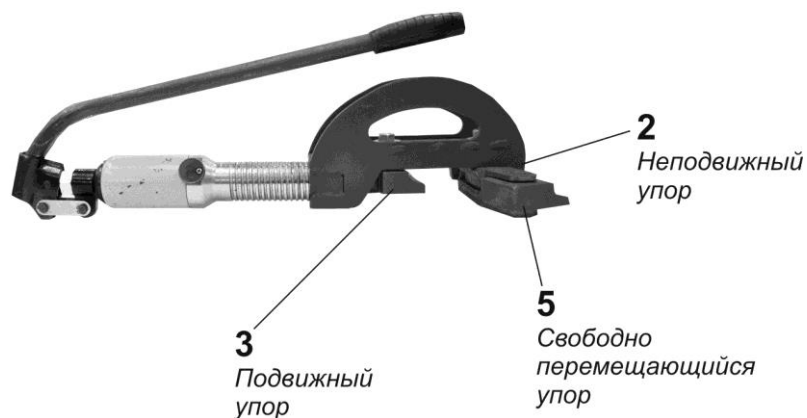

Рисунок 3
5.2.1.1 Передвинуть свободно перемещающийся упор 5 приспособления №1 вплотную к неподвижному упору 2 (см. Рисунок 3).